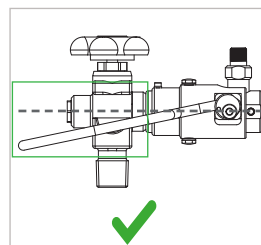
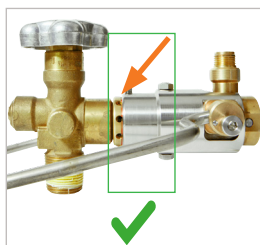
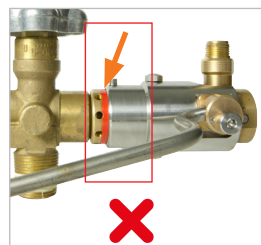

Abbildung 4
Abbildung 5
Abbildung 6
- ▶ Klappen Sie die Betätigung (Pos. 1) nach unten. Der Bügel / Hebel muss sich leicht und ohne Kraftaufwand nach unten führen lassen. Die Betätigung muss in seiner Endposition unterhalb der Waagrechten des Adapters liegen (Abbildung 4). Die rote Markierung am Vorderteil (Pos. 3) muss unter dem Gehäuse verschwinden und darf nicht mehr sichtbar sein (Abbildung 5 und Abbildung 6).